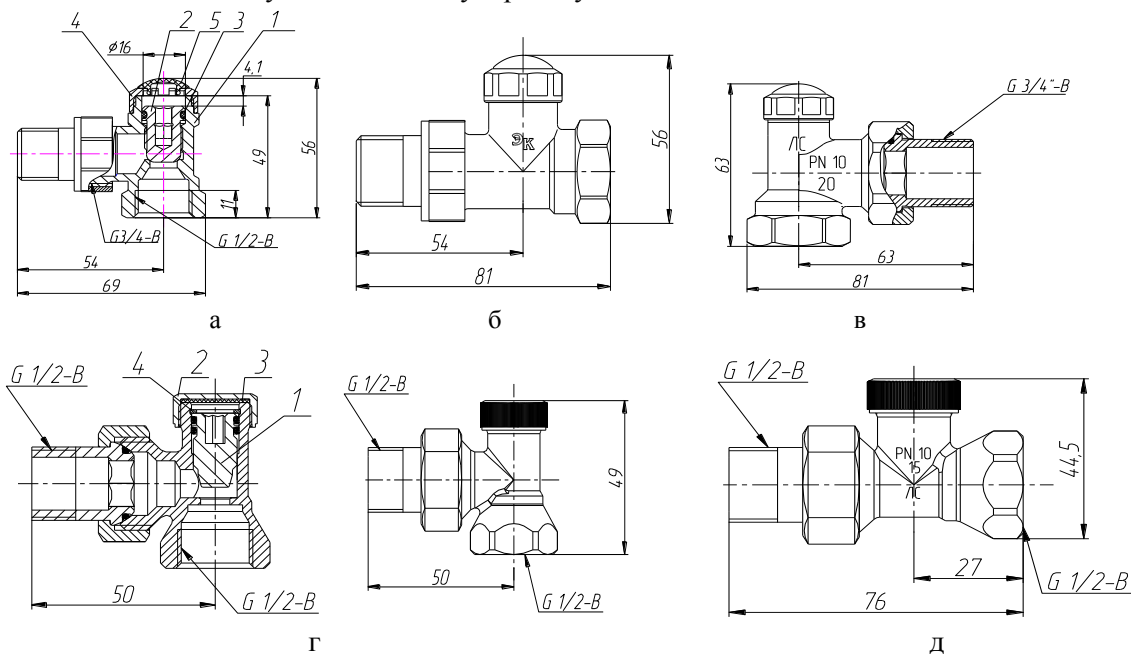

Рисунок 1 – Общий вид и устройство клапанов регулирующих
Корпус клапана (рис.1 а) 1 и вставка клапана 2 изготовлены из высококачественной латуни. Вставка 2 имеет внешнее кольцевое уплотнение 3 из термостойкой резиной. Несъемная стальная крышка 4 обеспечивает верхнее ограничение движения вставки. Для регулировки расхода необходимо снять пластмассовую заглушку 5. Расход через клапан настраивается на определенное значение с помощью специального шестигранного ключа S6 по графику (рис 2, 3) или таблице пропускной способности (табл.2) за счет изменения зазора между вставкой и седлом клапана. Функция перекрытия осуществляется уплотнением металла по металлу, что обеспечивает более надежную и долговечную работу клапана
4.6 Категорически запрещается отворачивать стальную крышку поз.4 (рис.1 а)
4.7 Категорически запрещается извлекать стопорное кольцо поз.4 из корпуса клапана (рис.1 г)
5.4 Категорически запрещается отворачивать стальную крышку поз.4 (рис.1 а)
5.5 Категорически запрещается извлекать стопорное кольцо поз.4 из корпуса клапана (рис.1 г)